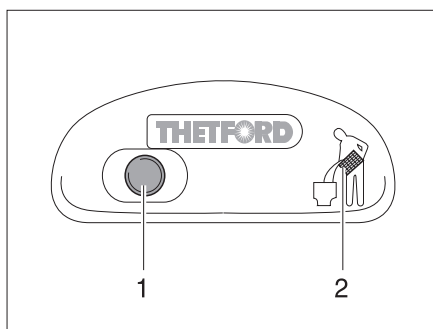
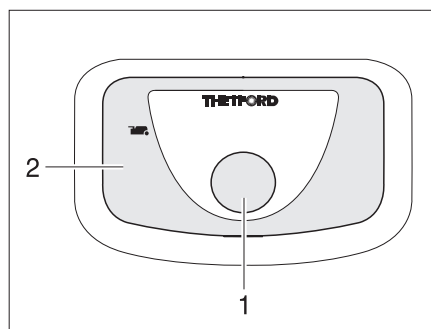

Fig. 230 Botón del inodoro/luz de control del inodoro Thetford
Fig. 231 Botón del inodoro/luz de control del inodoro Thetford (alternativa)
- Para lavar, pulsar el botón del inodoro azul (Fig. 230,1 ó Fig. 231,1).
La luz de control (Fig. 230,2 ó Fig. 231,2) se enciende cuando es necesario vaciar el cassette Thetford.